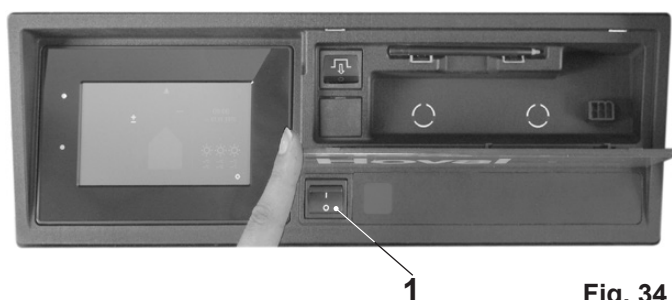

Fig. 34
- Vérifiez si le commutateur de blocage (1, Fig. 34) se trouve en « Position I ».